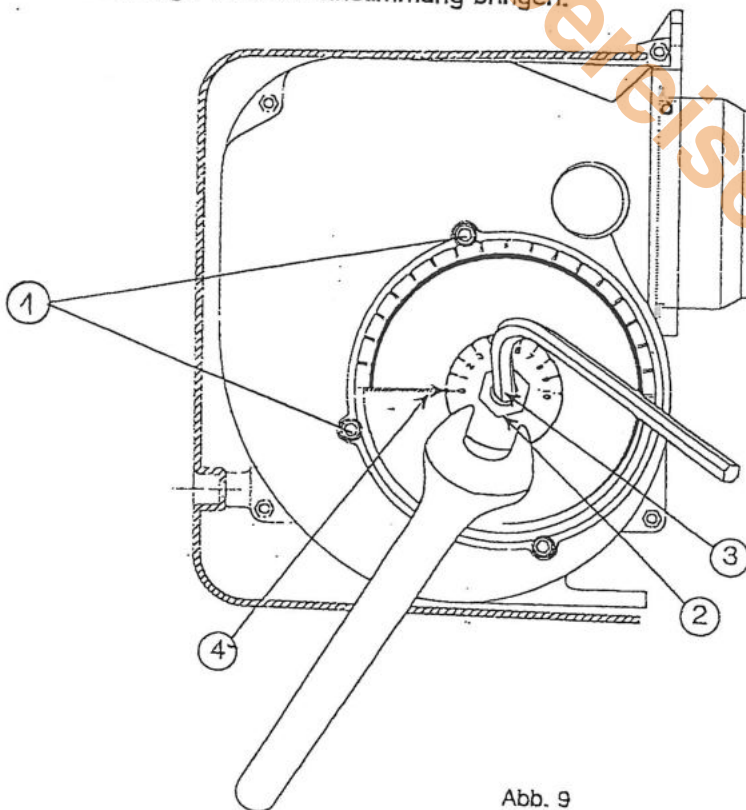

Abb. 9
Vorher Luftmengeneinstellvorrichtung (Abb. 9 Schraube ①) demontieren